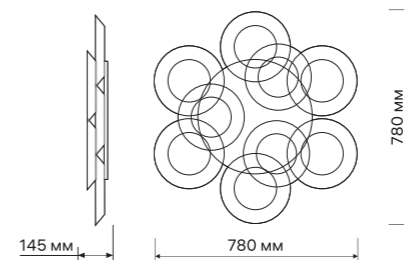

Рис.1
- Подсоедините люстру к сети переменного тока согласно схеме на **Рис.1**. Обратите внимание на маркировку проводов: **N** – ноль, **L** – фаза. Подсоедините питающие (одноцветные) провода к клеммной колодке. Если светильник устанавливается на металлической поверхности, поверхность должна быть заземлена.